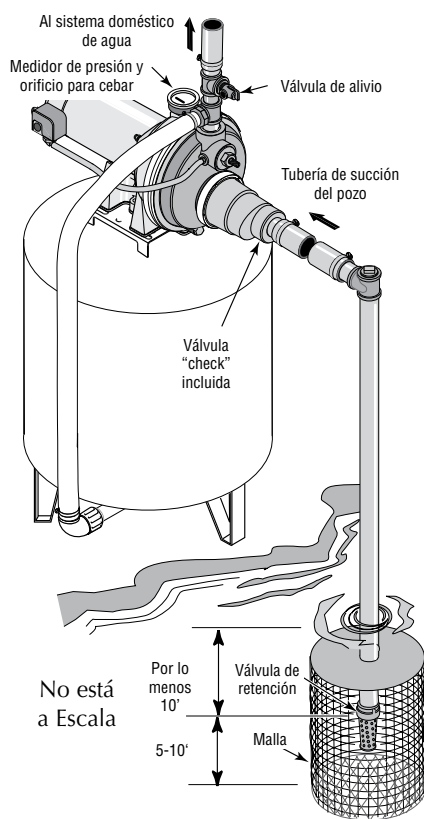

Figura 9: Instalación para Agua Superficial
4. Instale una válvula de retención y la tubería de succión (vea la Figura 9). Asegúrese que la válvula de retención funcione libremente. Utilice cinta sellante de PTFE para roscas de tubería o un compuesto a base de PTFE especial para juntas de tuberías en las juntas roscadas de la tubería especial para juntas de tuberías. Proteja la conexión de la válvula de retención de peces, basura, etc. con la instalación de una malla de alambre a su alrededor (vea la Figura 9).
6. Instale una "T" para cebar, tapón para cebar y la tubería de succión a la bomba (vea la Figura 9). Soporte la tubería para que no haya inclinaciones verticales o hundimientos en ella a fin de que no ejerza tensión sobre el cuerpo de la bomba y con el propósito de que no se incline ligeramente hacia arriba desde el pozo hacia la bomba (los puntos altos pueden ocasionar que se formen bolsas de aire que pueden bloquear la bomba). Selle las juntas de la tubería de succión con cinta sellante de PTFE para roscas de tubería o con un compuesto a base de PTFE especial para las juntas de las tuberías. Las juntas deben ser a prueba de agua y estar herméticamente cerradas. Si la tubería de succión pudiera succionar aire, la bomba no podría sacar agua del pozo.